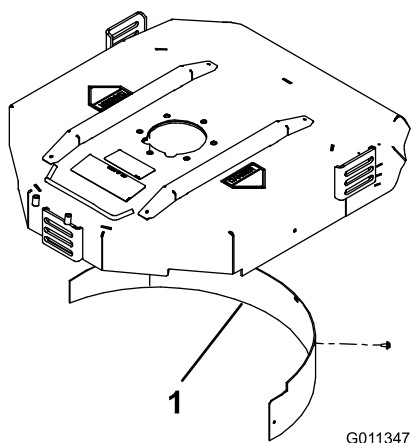

Figura 20
2. Montate il deflettore per mulching nell'apertura posteriore e fissatelo con 5 bulloni a testa flangiata (Figura 20).